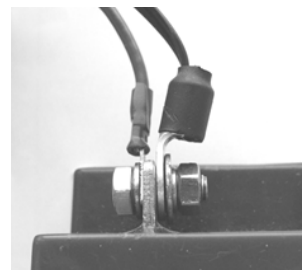

Рисунок 1
2.2.6.2 Подключить батареи к клеммам, соблюдая полярность (провод красного цвета подключается к положительному выводу батареи, провод синего цвета подключается к отрицательному выводу батареи). Термодатчик с O-образной клеммой, подключить к выводу батареи, расположенному ближе к центру корпуса РИП (см. рис.1) (клемма термодатчика изолирована от электрических цепей РИП).